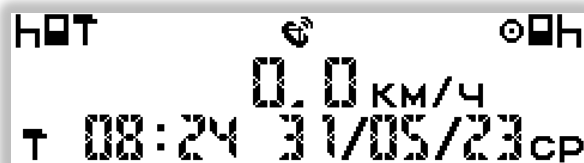

Рисунок 10. Основной экран.
6) По окончании ввода карты тахограф переходит в основной экран (см. Рисунок 10).